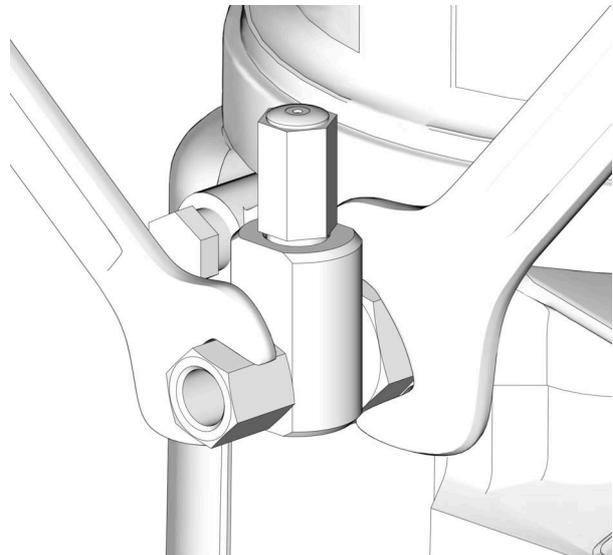

ABB. 27
1. Fitting des Pumpenelements lösen (ABB. 27).
3. Das Fitting des Pumpenelements mit zwei gekonterten Maulschlüsseln anziehen (ABB. 27).